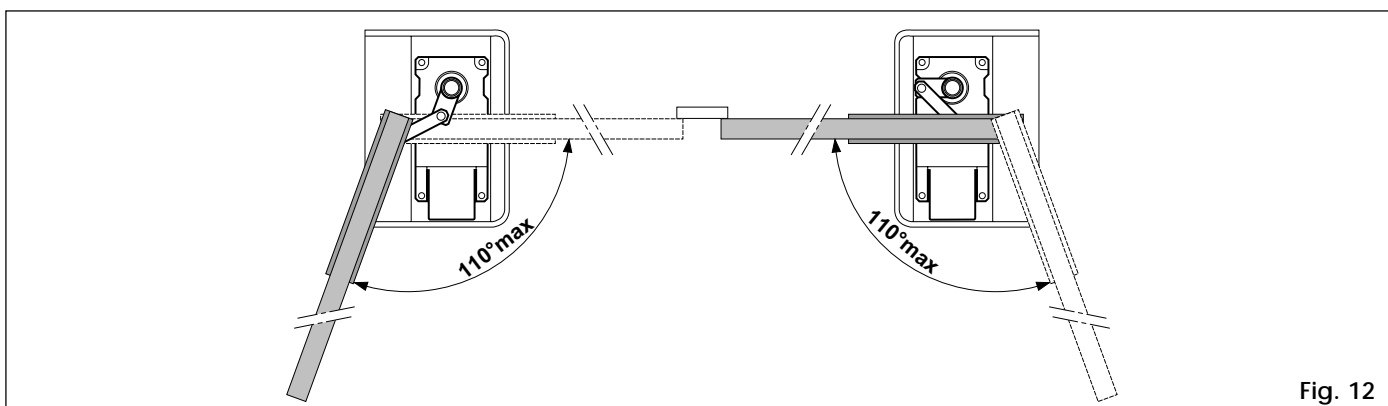

Fig. 12
N.B.: Pour une installation correcte, l'opérateur doit être positionné comme indiqué fig.12.